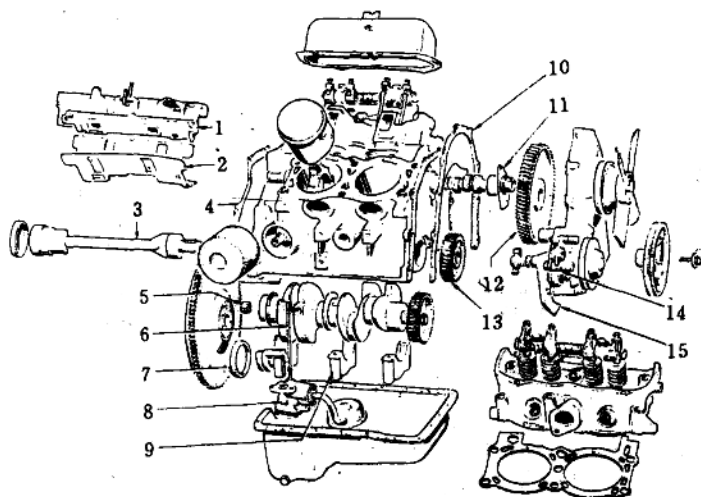
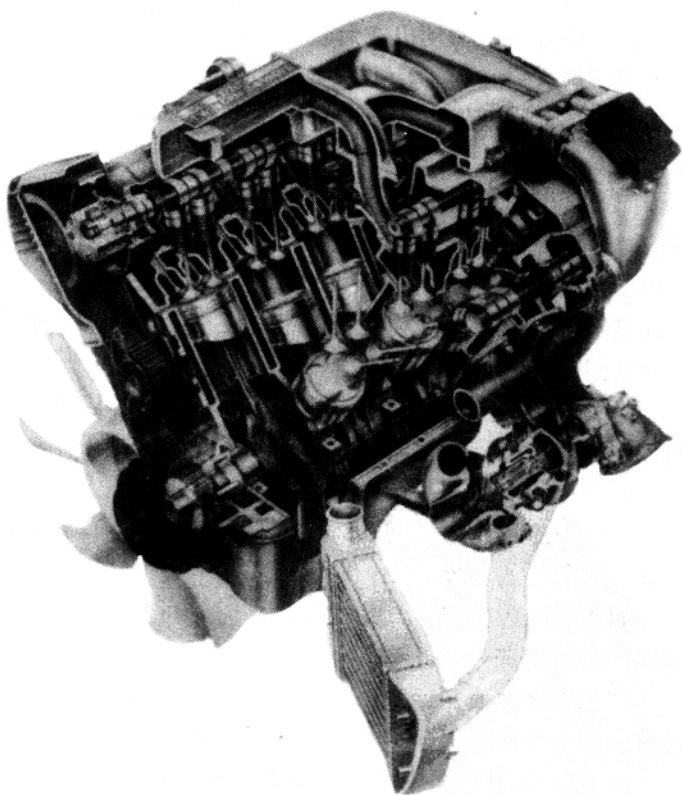

图 3 OHV 发动机
图 4 顶上双凸轮轴发动机
(2)OHV 为顶置气门,在汽缸盖上方,凸轮轴在发动机汽缸体中,必须要有挺柱、推杆、气门摇臂、摇臂轴等机件构成。是属于注重扭矩输出,转速较低,例如吉普车,工程用车就适用 OHV 发动机,如图 3 所示。
(3) SOHC 为上置单凸轮轴发动机,由一个凸轮直接操纵进排气门,凸轮轴则利用正时皮带带动,省去 OHV 的作用机件。
(4)DOHC 为上置双凸轮轴发动机,一个凸轮轴负责进气门,另一个凸轮轴负责排气门,发动机吸气量加大,出力更好,反应更快,为现代新开发发动机所广泛使用。如图 4 所示。